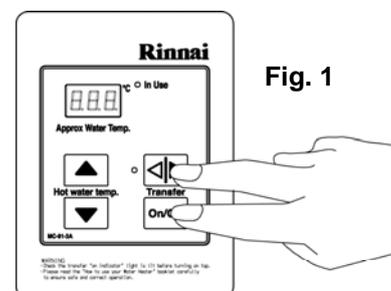

Fig. 1
PASO 1: Sobre el comando remoto Master pulse y mantenga pulsados a la vez los botones **Transfer** y **ON/OFF** (fig.1) hasta que se oiga un pitido.